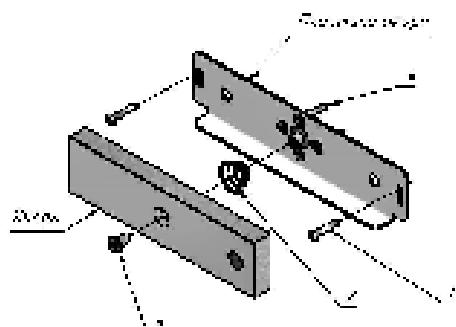

Рисунок 2 – Якорь с комплектом крепления якоря
- комплект крепления якоря 350P (рисунок 2);
5.4 Якорь замка для варианта поставки AL-350FB-M-02 устанавливается без сверления монтажных отверстий в двери и без штифта с помощью комплекта крепления якоря 350P (рисунок 2). Якорь соединяется с пластиной крепления якоря винтом M6x12 (поз.1) через амортизирующую пружину (поз.2) и затем через регулировочные пазы в пластине крепится саморезами (поз.3) к двери. После окончательной регулировки взаимного положения корпуса и якоря при закрытой двери саморезы (поз.3) затягиваются, якорь снимается с пластины и выполняется крепление пластины к двери саморезами (поз.4), после чего якорь снова устанавливается на пластину.